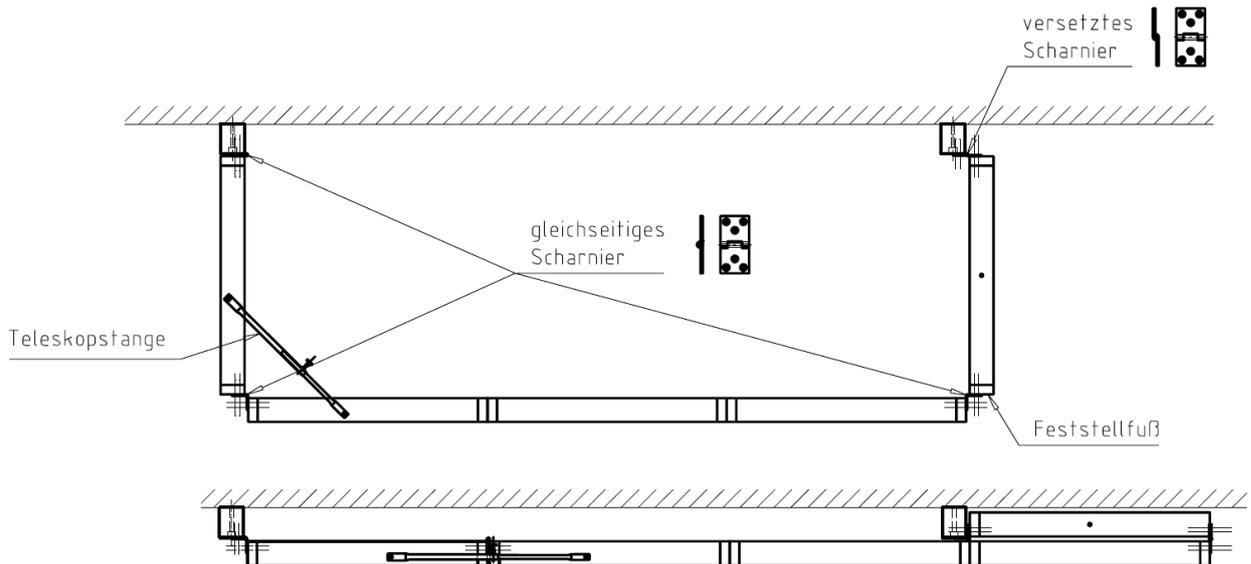
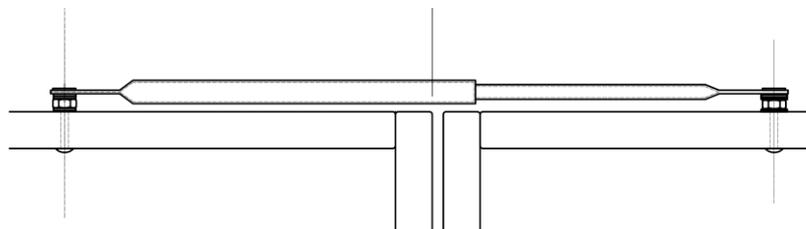

Abb. 4: Position der Teleskopstange beim aus- und eingeklappten Kletterhaus
Abb. 5: Montage der Teleskopstange
Im nächsten Schritt wird die Teleskopstange ⑫ wie in Abb. 4 auf die beiden linken Elemente über Eck aufgesetzt und mit den Schlossschrauben ⑬ und Hülsenmutter ⑭ verschraubt. Die Sechskanmutter ⑮ und Scheiben ⑯ dienen zur Regulierung des Abstandes (Abb. 5). Bitte beachten Sie, dass die Schrauben nur so festgezogen werden, dass die Teleskopstange sich noch bewegen lässt, aber nicht mehr klappert.